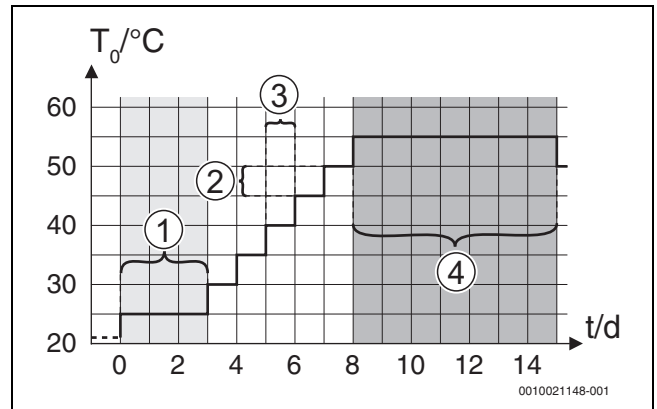
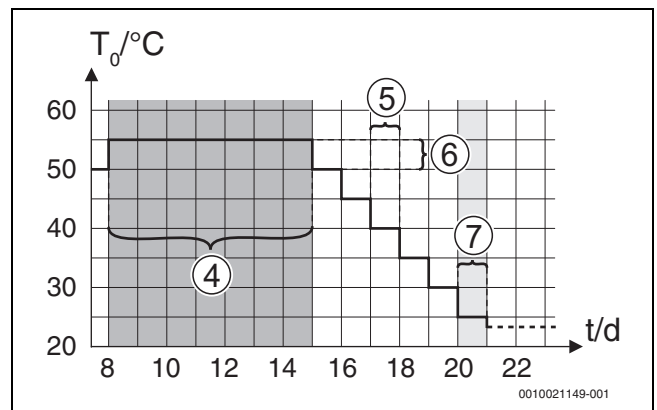

Fig. 8 Gulvtørringsproces med grundindstillinger i opvarmningsfasen
Fig. 9 Gulvtørringsproces med grundindstillinger i kølingsfasen
**Forklaring til fig. 8 og fig. 9:**
Ventetid før start	Spring fase over: Gulvtørreprogrammet starter øjeblikkeligt for de valgte varmekredse. [1 ... 50] dage: gulvtørreprogrammet starter efter den indstillede ventetid. Der slukkes for de valgte varmekredse i ventetiden. Frostsikringen er aktiveret (→ fig. 8, tid for dag 0)
Tab. 9 Indstillinger i menuen Gulvtørring (fig. 8 og 9 viser gulvtørreprogrammets grundindstilling)